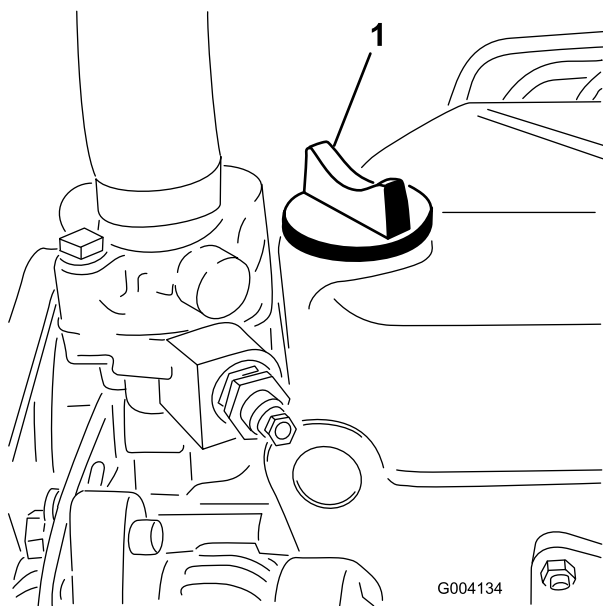

図 33
5. 不足している場合は、キャップ (図 33) を取り、Full 位置までオイルを補給する。